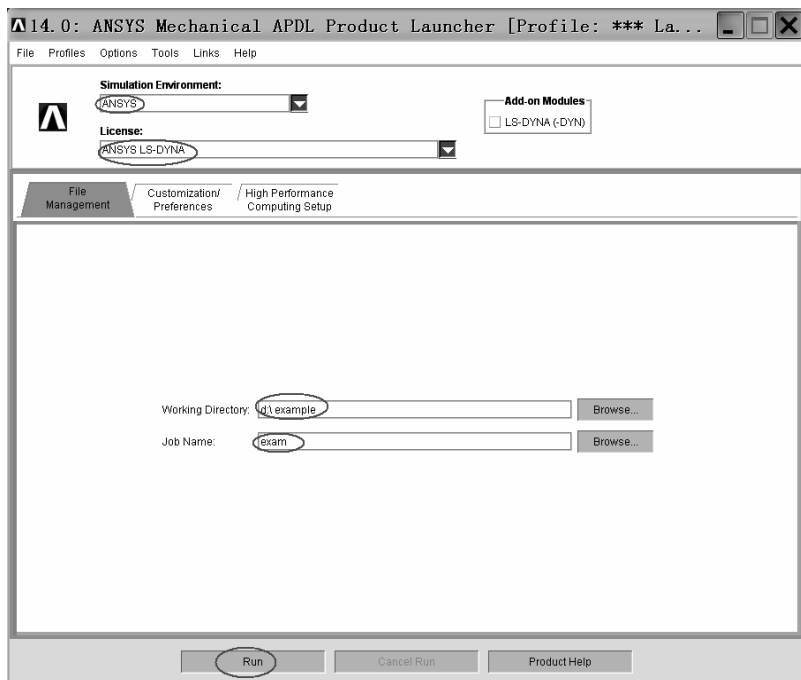

图 3-101 ANSYS LS-DYNA 启动窗口
(1) 在 ANSYS LS-DYNA 启动窗口（即“14.0 ANSYS Mechanical APDL Product Launcher [Profile: \*\*\* La...”窗口，见图 3-101）中“Simulation Environment:”下面选择“ANSYS”；在“License:”下面选择“ANSYS LS-DYNA”；在“Working Directory:”后的方框中随便输入一个目录，如“D:\example”；在“Job Name:”后的方框中随便输入一个工作名，如“exam”。然后单击“RUN”按钮，打开 ANSYS LS-DYNA 操作界面。